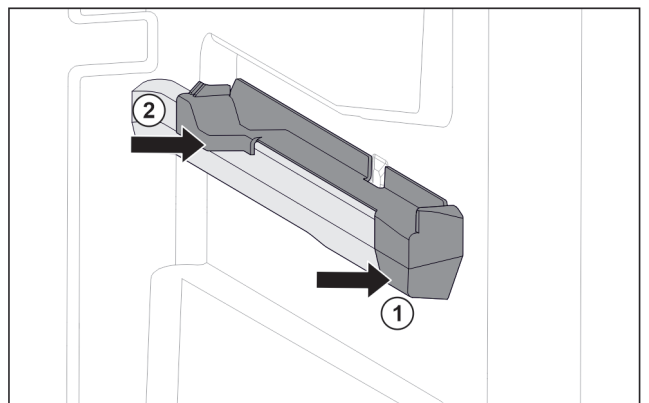

Fig. 148 Insteekelement op rechter containerrib
- Insteekelement voor tegen containerrib plaatsen. Fig. 148 (1)
- Insteekelement achter aandrukken. Fig. 148 (2)